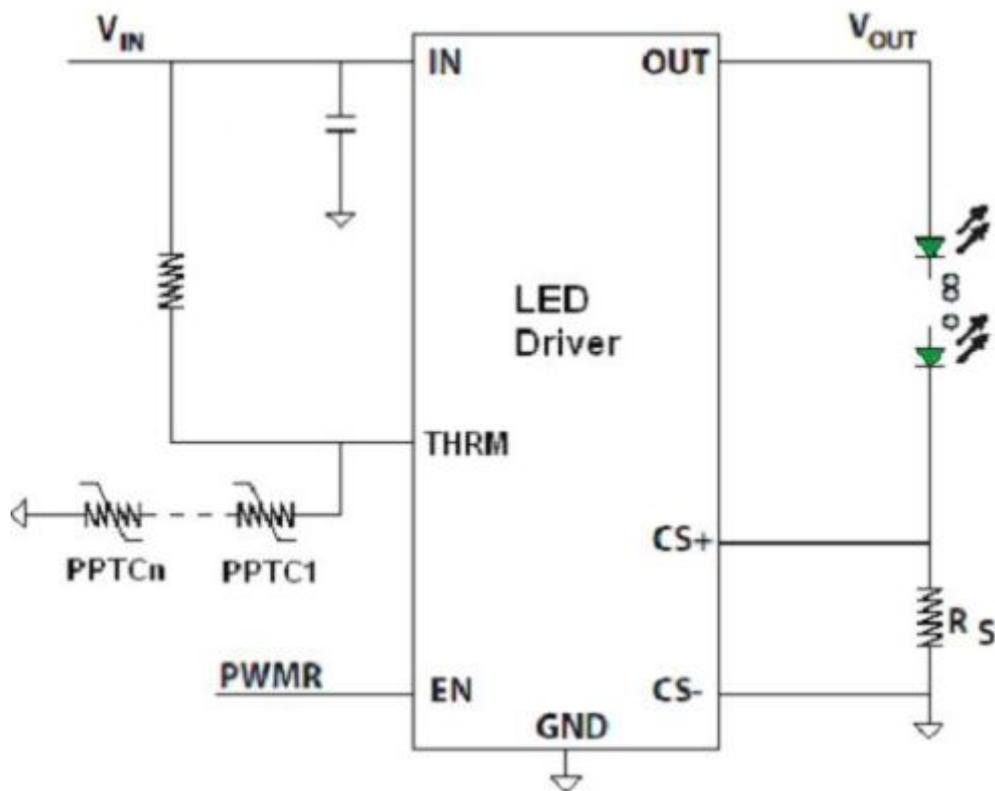

图 8: PPTC 多热点过热保护方案的实现。
- 此外，PPTC可以作为温度传感器与LED驱动器配合使用，实现LED阵列照明的过热保护（图 8），在大型阵列照明中，由于LED灯串众多且结构较为复杂，在实际应用中容易出现过热故障的位置，往往并不固定于某个特定的位置，因此单颗过热检测器件很难提供完善的过热保护。PPTC在正常工作下的低电阻以及正温度系数特性，可以方便地将数颗PPTC串联于热保护检测电路，实现多点过热监控。将多个PPTC串联、并安装于可能出现过热的部位。由于PPTC的低电阻，THRM引脚电平为 0，电源电路正常工作。当灯具某处或多处发生过温故障时，THRM回路中的一颗或几颗PPTC受热，电阻急剧上升，THRM引脚电平变为高电平，从而启动LED驱动器设计的过热保护方案，实现过热关断或过热折减驱动。这种解决方案对LED面光源的过热保护而言经济有效。泰科电子可以为客户提供相关的设计及验证服务。